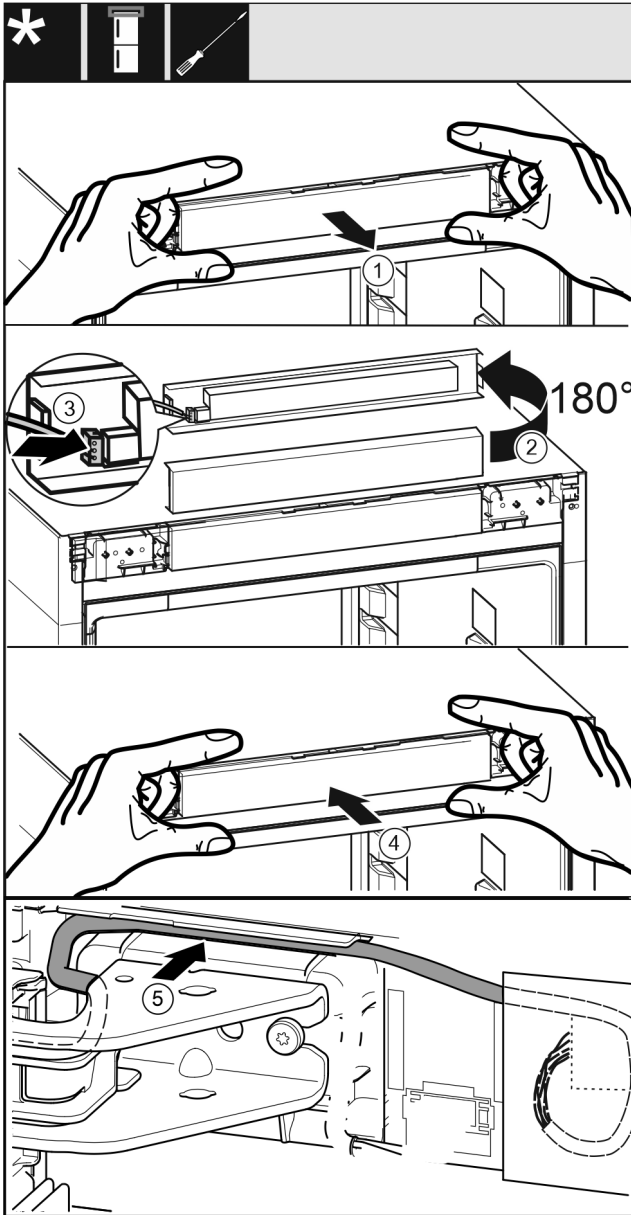

Fig. 41
- ▶ Bedienblende vorsichtig herausnehmen. *Fig. 41 (1)*
- ▶ Blende um 180° nach oben drehen. *Fig. 41 (2)*
- ▶ Stecker an der Bedienteilblende einrasten. *Fig. 41 (3)*
- ▶ Bedienblende wieder am Gerät einrasten. *Fig. 41 (4)*
- ▶ Graues Kabel vorsichtig in der Führung über dem oberen Lagerbock verlegen. *Fig. 41 (5)*